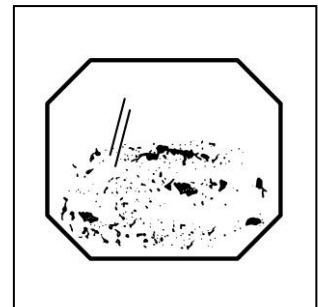

Abb.3
7. Die Alufolie muss perforiert sein, wie auf Abb. 3 dargestellt, andernfalls kontaktieren Sie bitte den Hersteller. Das Testdatum, den Namen des Prüfers und sonstige, für die Archivierung eventuell nützliche Informationen vermerken.